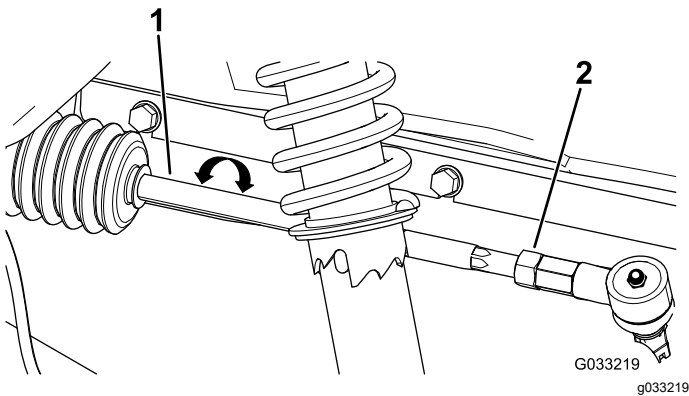

Bild 47
2. Wenn der Wert nicht zwischen 0-6 mm liegt, lösen Sie die Klemmmuttern am äußeren Ende der Spurstangen (**Bild 47**).